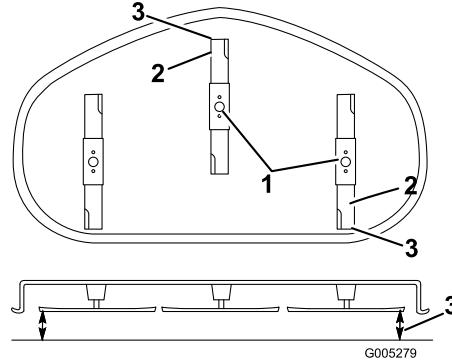

Figura 43
5. Impostate l'altezza di taglio alla posizione **D** (76 mm), e fate girare con cautela le lame in modo che siano disposte longitudinalmente (Figura 43).
6. Misurate il valore dalla punta della lama anteriore e dalla punta della lama posteriore alla superficie piana (Figura 43). Se la punta della lama anteriore non è inferiore alla punta della lama posteriore di 1,6-7,9 mm, regolate il dado di bloccaggio anteriore.
più bassa di 1,6–7,9 mm rispetto a quella posteriore (Figura 43).